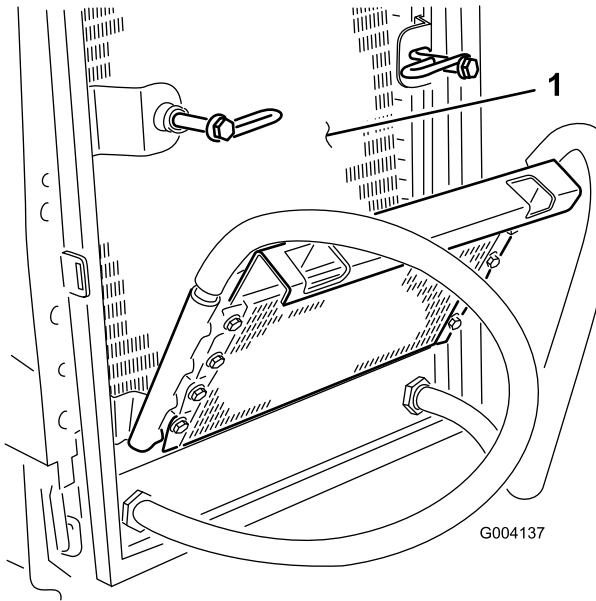

图 102
8. 用压缩空气彻底清洁油冷却器和散热器 图 102 两侧。